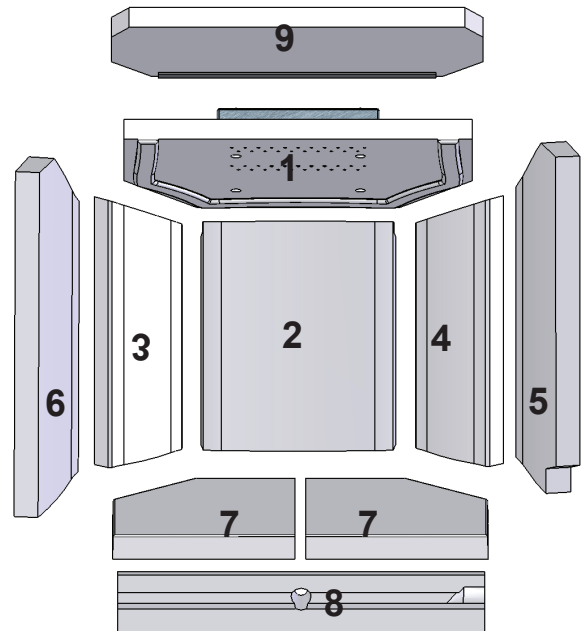

Рис. 8
Для того, чтобы снять с петель дверь, надо сделать следующим образом (Рис. 8): Удалите зажим для безопасной транспортировки (A), укрепленный в верхней петле двери, в случае если он по-прежнему на месте. Откройте дверь и тщательно затяните немного винт Аллена (B), который находится на внутренней стороне двери, чуть выше нижней петли. Функция автоматического закрытия отключается. Держа дверь осторожно нажмите на верхнюю часть двери в направлении верхней части дверной рамы одновременно пока нижняя часть вытягивается из дверной рамы. Опустите дверь, пока верхняя петля отделяется от дверной рамы. Не забудьте расслабить винт Аллена снова, когда дверь помещается обратно. Это освободит внутренний болт в петле так, что она встанет на место.